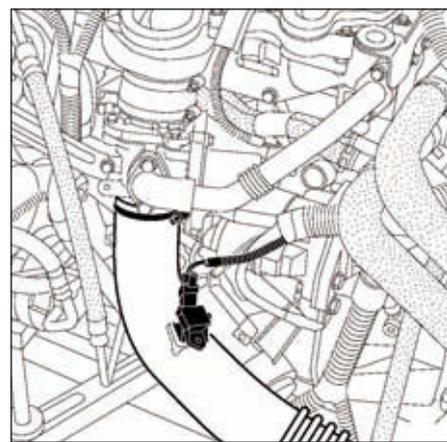

FIG.2
- Déposer le connecteur électrique du capteur de pression de suralimentation (Fig.2).